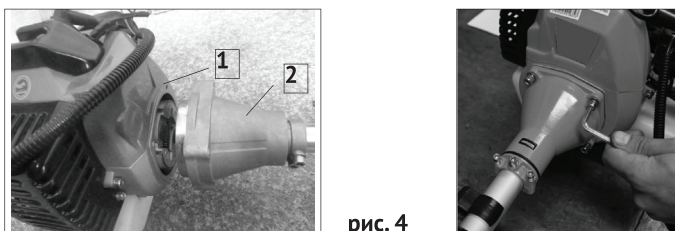

рис. 4
- Соедините корпус муфты сцепления (рис.4 поз.2) и двигатель (рис.4 поз.1).